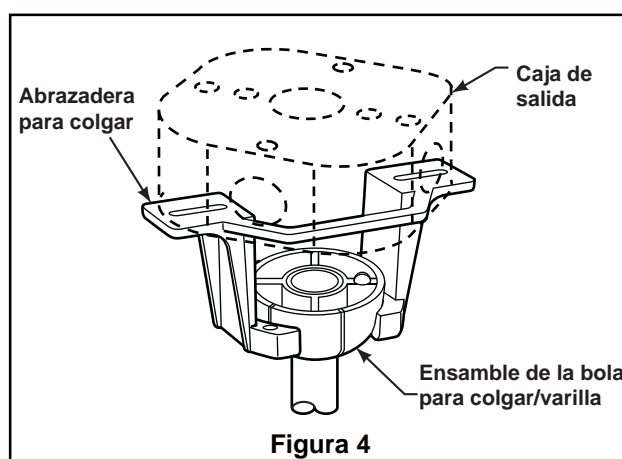

Figura 4
- 4.** Coloque el soporte de la varilla y alinee los orificios de la clavija de horquilla en ambas piezas. Instale la clavija de horquilla y asegúrela con la pinza de horquilla. Fije los dos tornillos de presión y las tuercas de seguridad en el soporte de la varilla interior. (Figura 4)
2. Levante cuidadosamente el ventilador y coloque el ensamble de la bola para colgar/varilla en la abrazadera para colgar que acaba de fijar a la caja de salida. Asegúrese de que la ranura de la bola esté alineada con la lengüeta de la abrazadera para colgar. (Figura 4)
4. Instale la kit de iluminación a la adaptador de la carcasa del interruptor utilizando los tornillos retirados previamente y fíjelas adecuadamente. (Figura 4)
4. Comprobar el funcionamiento de la luz hacia abajo tirando suavemente de la cadena del tirón luz. (Figura 4)